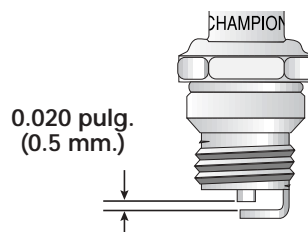

Fig. 29
3. Cambie las bujías que estén rajadas, sucias o deterioradas. Fije la separación de aire a **0.020 pulgadas (0.5 mm)** utilizando un calibrador (Fig. 29).